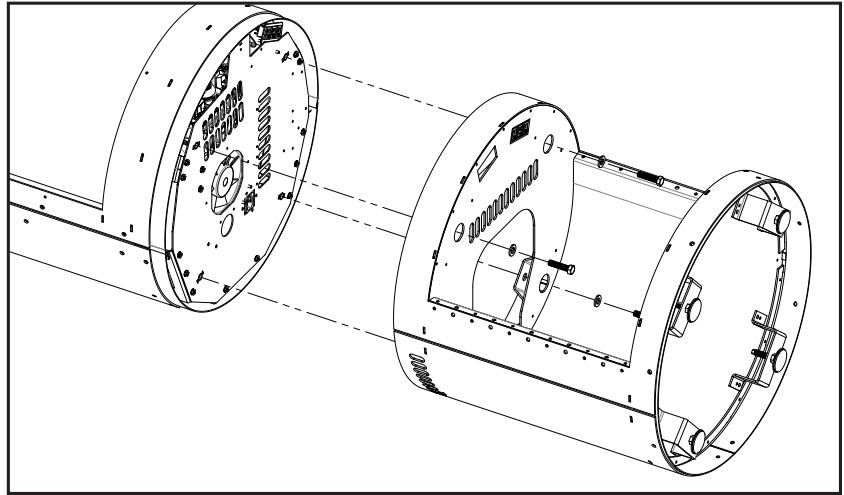

Figure 73: Installation de piédestal de bois
Le piédestal de bois est emballé avec quatre (4) boulons à tête hexagonale et quatre (4) rondelles utilisées pour fixer le piédestal sur l'unité. Fixez le socle en bois à l'unité en utilisant les mêmes trous filetés que les pieds de nivellement ont été installés (voir la Figure 73).